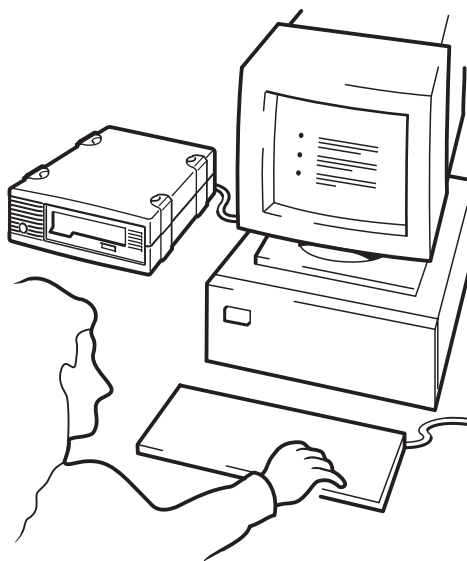

図 10d: HP OBDR の使用方法、
- 3 画面の指示に従ってオペレーティング・システムを設定します (図 10d を参照)。これらはバックアップ・ソフトウェアによって変化します。通常は、すべてのメッセージに対し、[Enter] を押してデフォルトの応答を受け入れることができます。